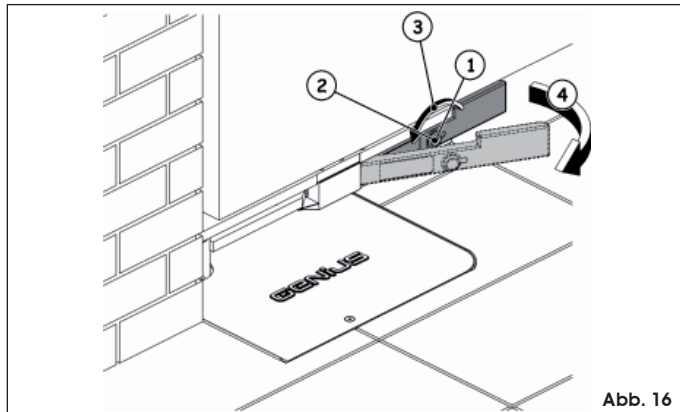

Abb. 16
- Schutzabdeckung des Elektroschlusses öffnen (Abb. 16 Bez. ①)
- Entriegelungsschlüssel in das Schloß einstecken (Abb. 16 Bez. ②)
- Schlüssel bis zum Anschlag in Pfeilrichtung drehen (Abb. 16 Bez. ③)
- Hebel hochziehen (Abb. 16 Bez. ④)